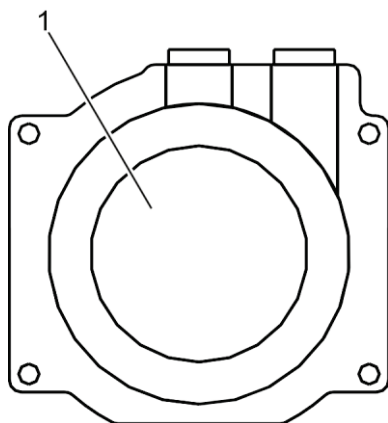

Abb. 16: Zuluft-/Abluftführung
3. Das deionisierte Wasser langsam über das innere Rohr (Abb. 16/1) des Abgasanschlusstutzens einfüllen. Die Dosierkappe des Wasserbehälters dabei nicht entfernen. Das Wasser durch leichten Druck auf den Behälter ausfließen lassen.